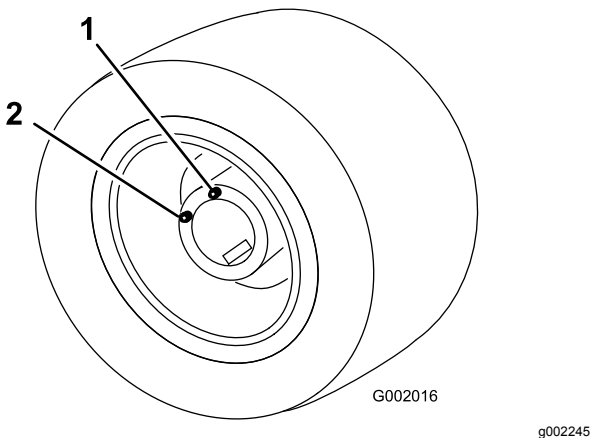

Figura 79
- Mueva el vehículo lentamente hasta que la rueda quede posicionada para el llenado (Figura 79).